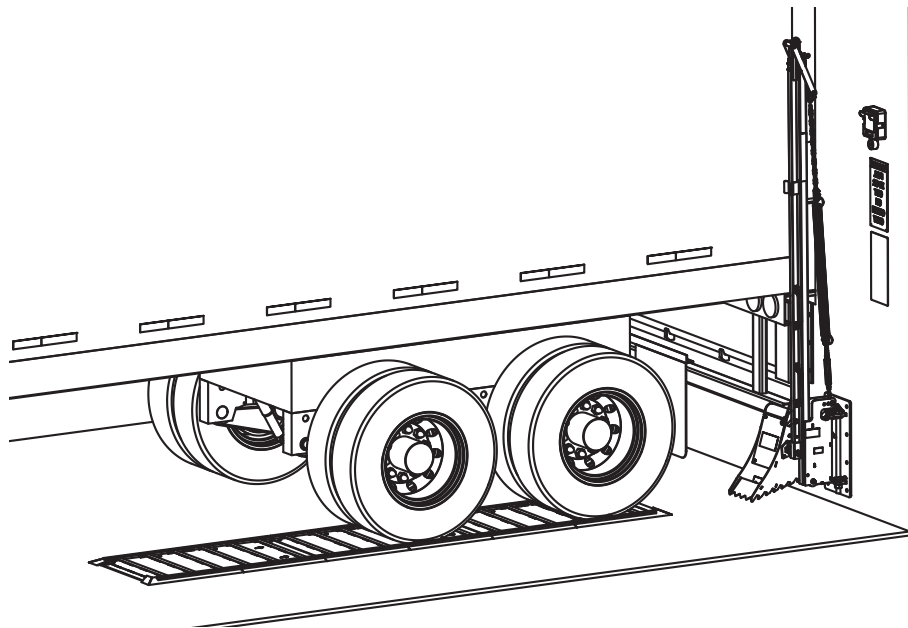
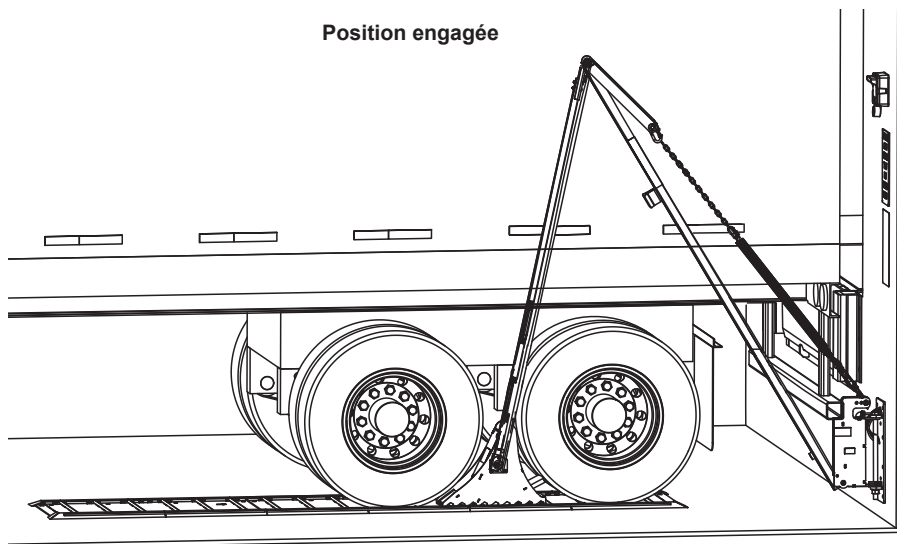

Figure 42
Figure 43
1. Vérifier que le véhicule de transport est stationné bien droit contre les deux butoirs du quai. Voir Figure 42 et Figure 43. Les feux s'allument comme suit :
2. En tenant le bras articulé par les poignées (voir Figure 42), placer la cale UXL devant la roue du véhicule de transport et l'engager sur la plaque de roulage. Durant le placement, les feux s'allument comme suit :